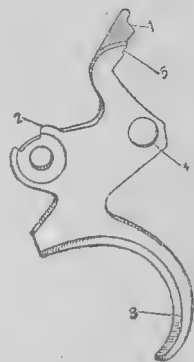

Рис. 14. Спусковой
15. Спусковой крючок (рис. 14) служит для поднимания и опускания ползуна, удержания курка на боевом взводе, помещения оси собачки, удержания барабана от поворота вправо при взведенном курке и отодвигания барабана после выстрела; он вращается на соске нижней стенки рамки.